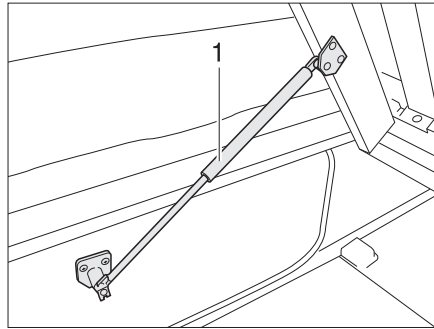

Fig. 64 Lit fixe
- Soulever le sommier à lattes. Les ressorts à pression de gaz (Fig. 64,1) maintiennent le sommier à lattes en position ouverte.